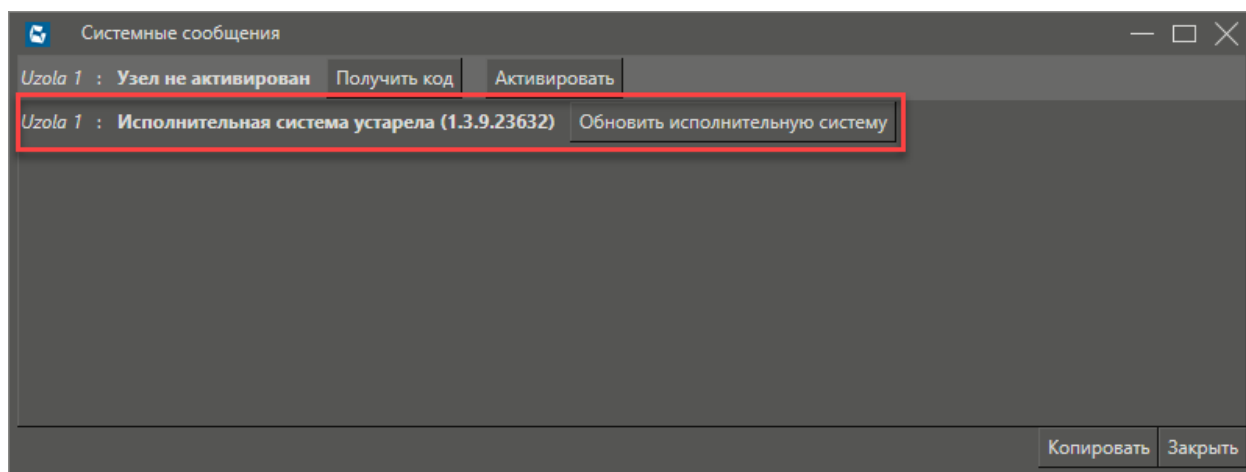

Рисунок 23
3.1.10 При первом подключении к контроллеру в среде разработки возможен вывод системного сообщения: «Исполнительная система устарела/имеет более новую версию» (см. рисунок 23).